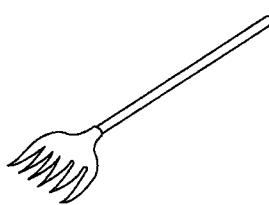

图 1-11 灰插子
(3) 灰插子 用于搅拌灰膏和叉灰膏，如图 1-11 所示。